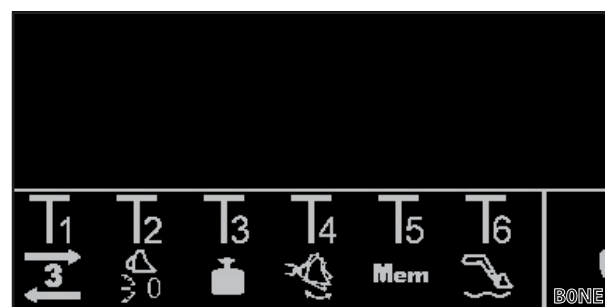

Abb. 32 Beispiel Tasterbelegung
- (1) Taster Tx () am Joystick drücken und halten.
- i** Welcher Taster gedrückt werden muss, ist abhängig von der jeweiligen Tasterbelegung. In Abb. 32 ist es z. B. Taster T2.